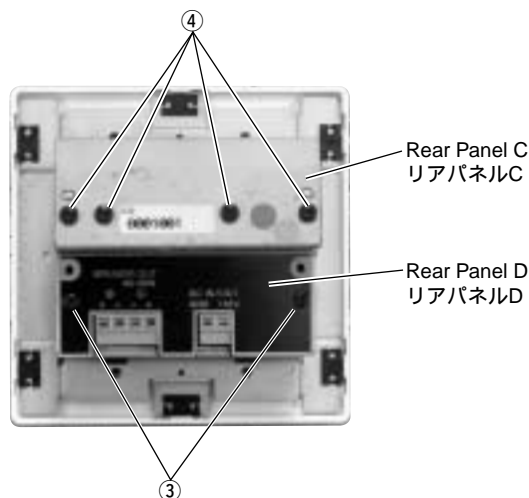

Fig. 2
- a) Remove 2 screws marked [③]. (Fig. 2)
- b) Remove the Rear Panel D. (Fig. 2)
- c) Remove 4 screws marked [④]. (Fig. 2)
- d) Remove the Rear Panel C by sliding it downward. (Fig. 2)
- a) ③のネジ2本を外します。(Fig.2)
- b) リアパネルDを取り外します。(Fig.2)
- c) ④のネジ4本を外します。(Fig.2)
- d) リアパネルCを下方へスライドさせ、取り外します。(Fig.2)